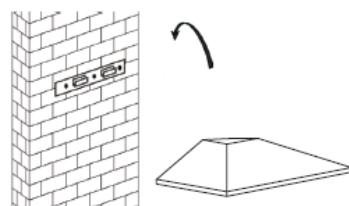

Fig. 2
5. Pendure o exaustor no suporte de parede (ver Fig. 2).